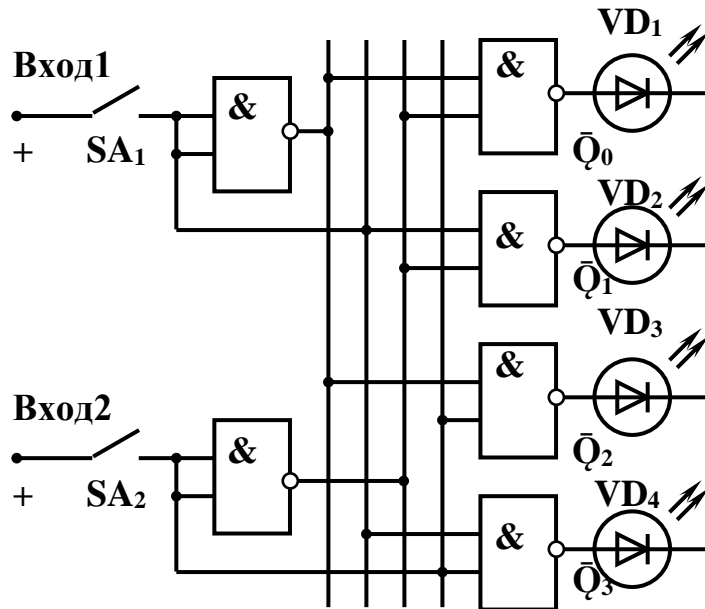

Рисунок 1. Матричный дешифратор
1. Собираем электрическую схему цепи (рисунок 1) и предъявляем ее для проверки преподавателю.